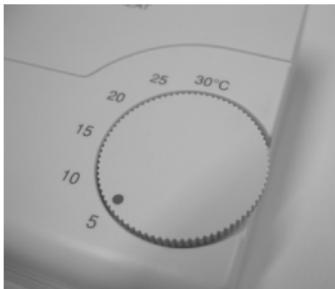

Bild 1
- Stellen Sie den „Temperatur-Einstellregler“ (2) auf +5°. Das Drehrad markiert die korrekte Position durch den schwarzen Punkt (siehe Bild 1).